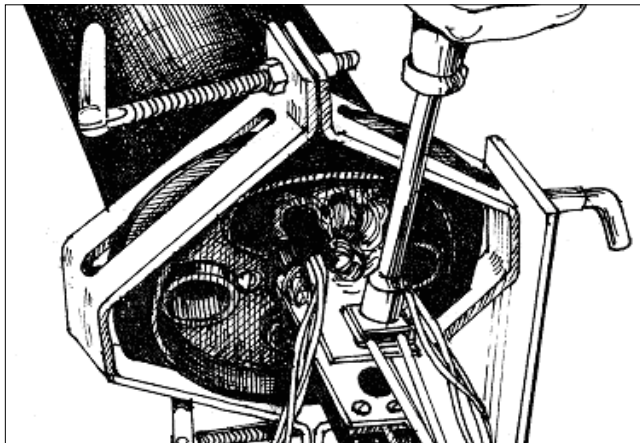

Рис. 3.13. Закрепление ЦСЭ из стеклопластикового стержня
**3.5.9.** Центральные силовые элементы в виде стеклопластиковых стержней закрепляют так же как стальные тросы (Рис. 3.13.).